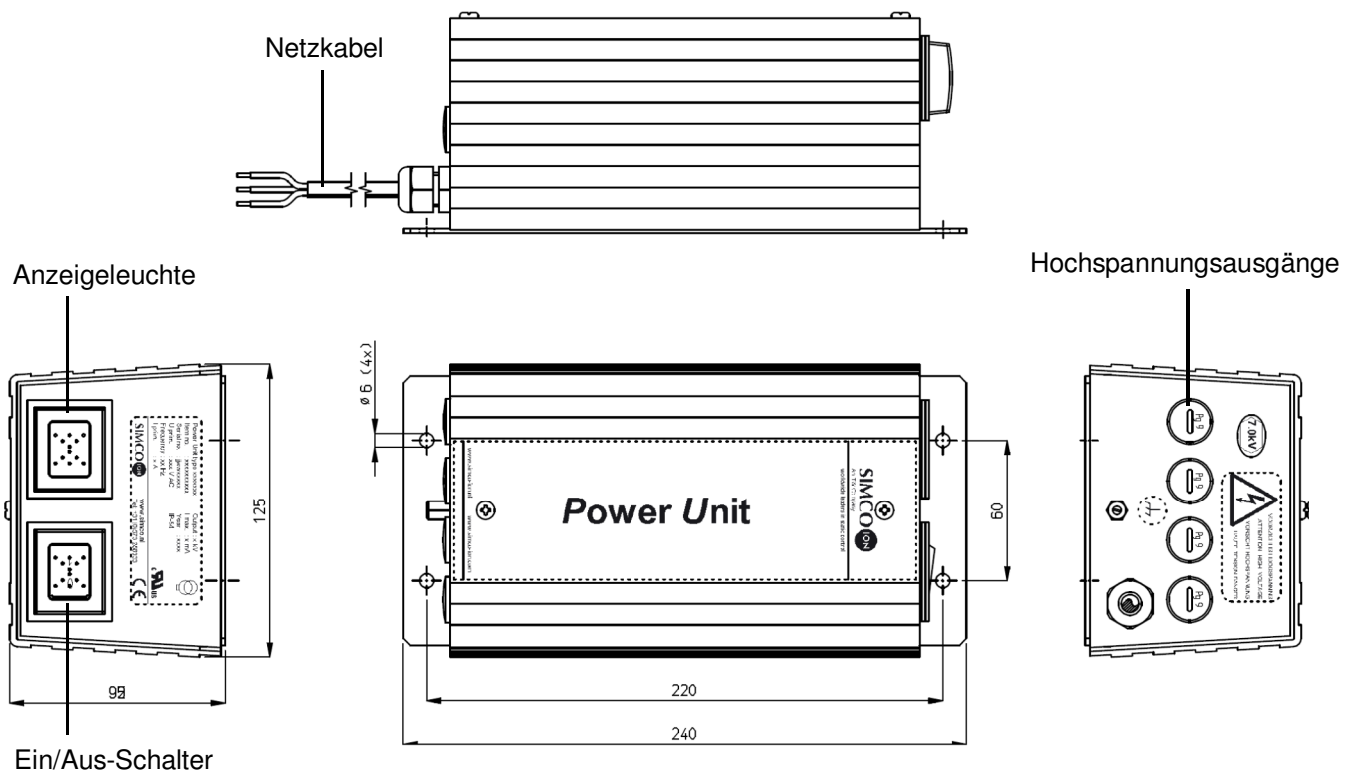

Abbildung 1: Netzteil Typ A
- Befestigen Sie das Netzteil mit den Befestigungsbohrungen (Durchmesser 6 mm) in der Grundplatte an einer stabilen Wand oder an einem Maschinenteil (siehe Kapitel 1, Abbildung 1).